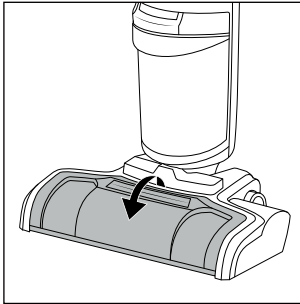

Fig. 33
- ♦ Saisissez la protection antiprojections **7** par le haut au niveau de la poignée (PULL) et tirez-la en avant pour la détacher de la tête de nettoyage **3** (voir fig. 33).